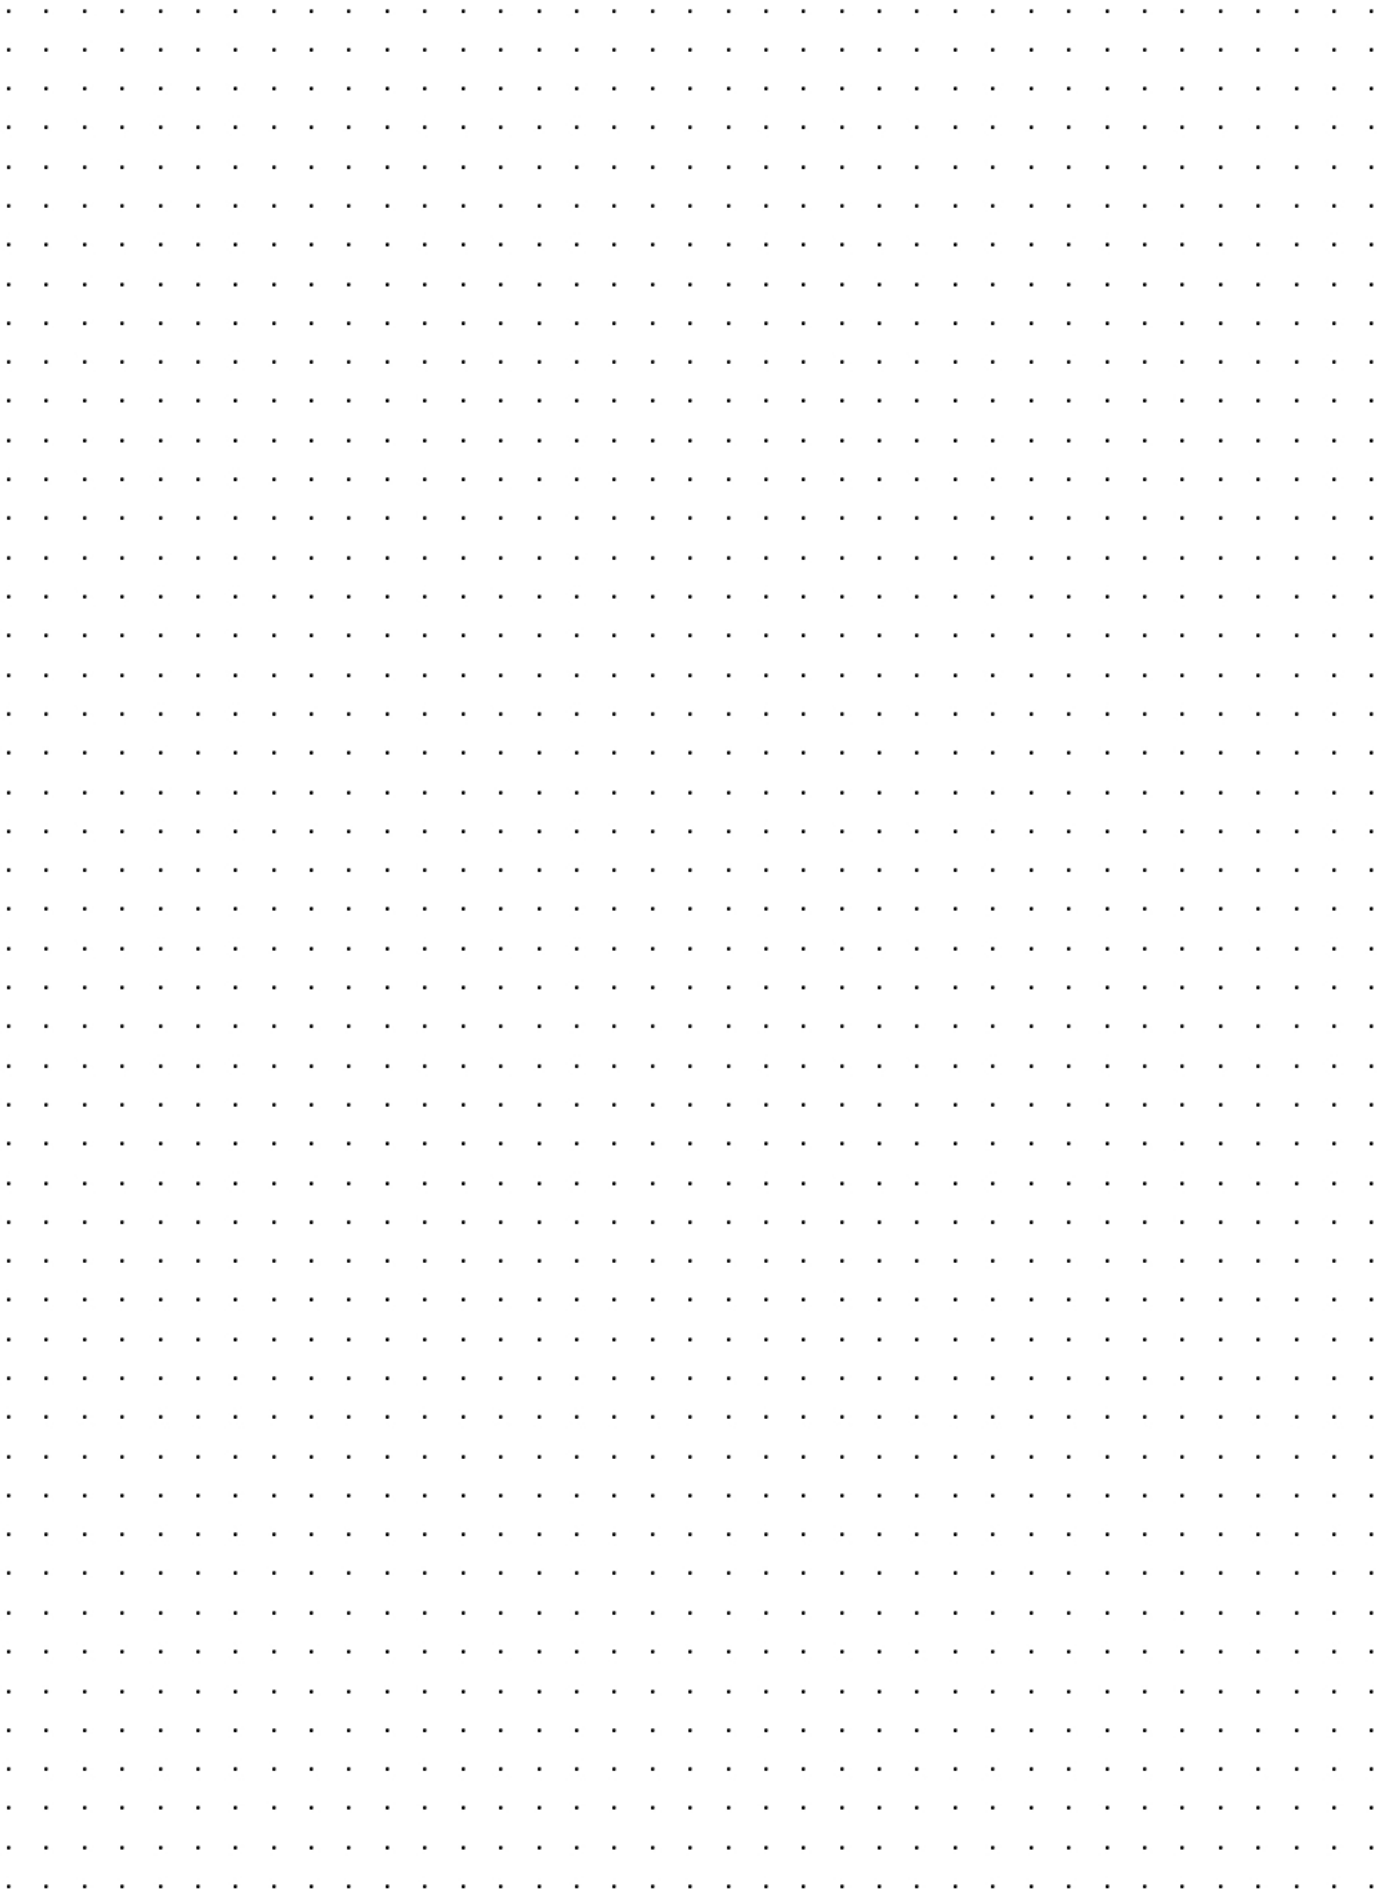

Rysunek 2. Cyklogram pracy siłownika 2A1
- cyklogramy pracy siłowników – rysunek 2 i 3,